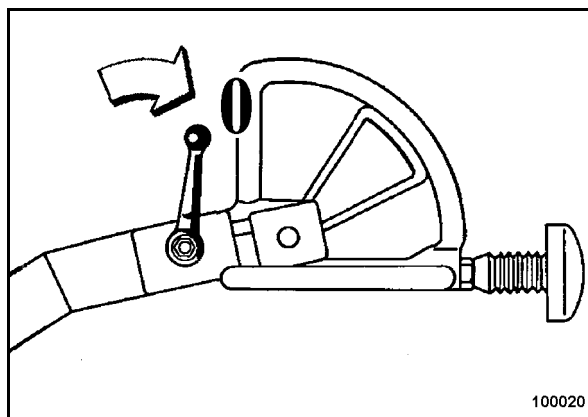

Рис. 20
- Установить рычаг вибрации (Рис. 20) в положение "0".